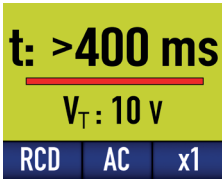

Abb. 5
- Wenn die Berührungsspannung mehr als 50 V beträgt, wird die FI-Schutzschalter-Auslöseprüfung gestoppt und ein ROTES Balken signalisiert, dass die Auslösezeit die standardmäßigen Grenzwerte übersteigt (Abb. 5). V_T ist die Berührungsspannung.